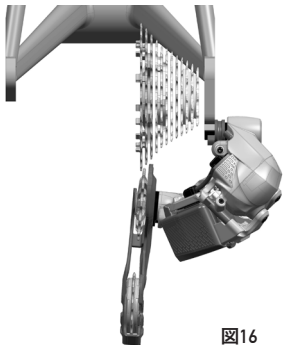

図16
- ・ リア・ディレイラーを最大スプロケットに動かして後ろ側から観察した際、リア・ディレイラーを取り付けているリア・エンドが曲がっているために、プリー・ケージの下側がホイールのスポークに近づきすぎている (図16)。